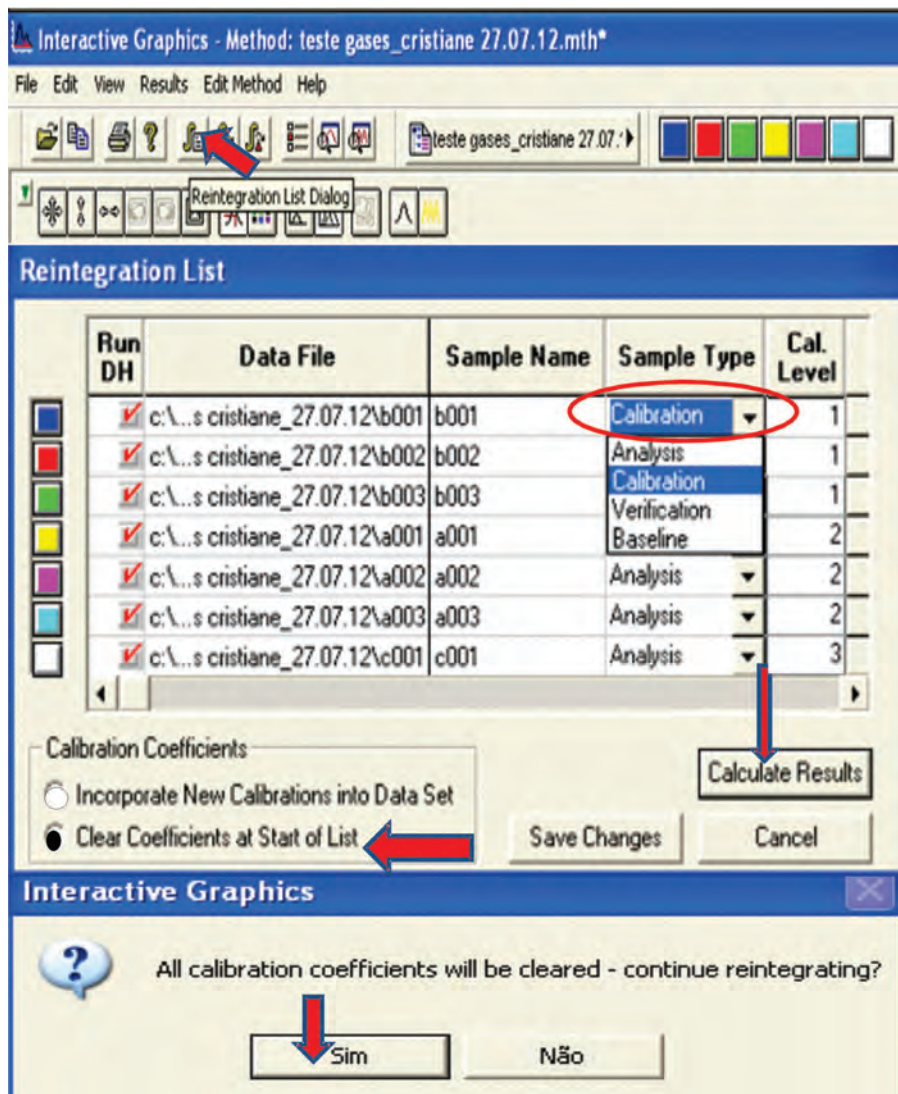

Figura 20. Procedimentos para calibração da curva padrão analítica.
- **Reintegration List Dialog** (📄) → clicar em *Sample Type* e selecionar *Calibration* para todos os padrões → na coluna *Cal. Level*, ordenar os padrões em sequência crescente (1; 2; 3) → em *calibration coefficients*, selecionar *Clear Coefficients at Start of List*¹² → *Calculate Results* → aparecerá a pergunta: *All calibration coefficients will be cleared - continue reintegration?* Selecionar Sim (Figura 20).